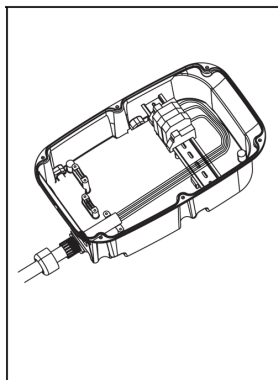

Fig. 16
- a3. Introduïu el cap de pressió al cable i, a continuació, passeu el cable a través del cos principal fins que quedi retingut (fig. 16).